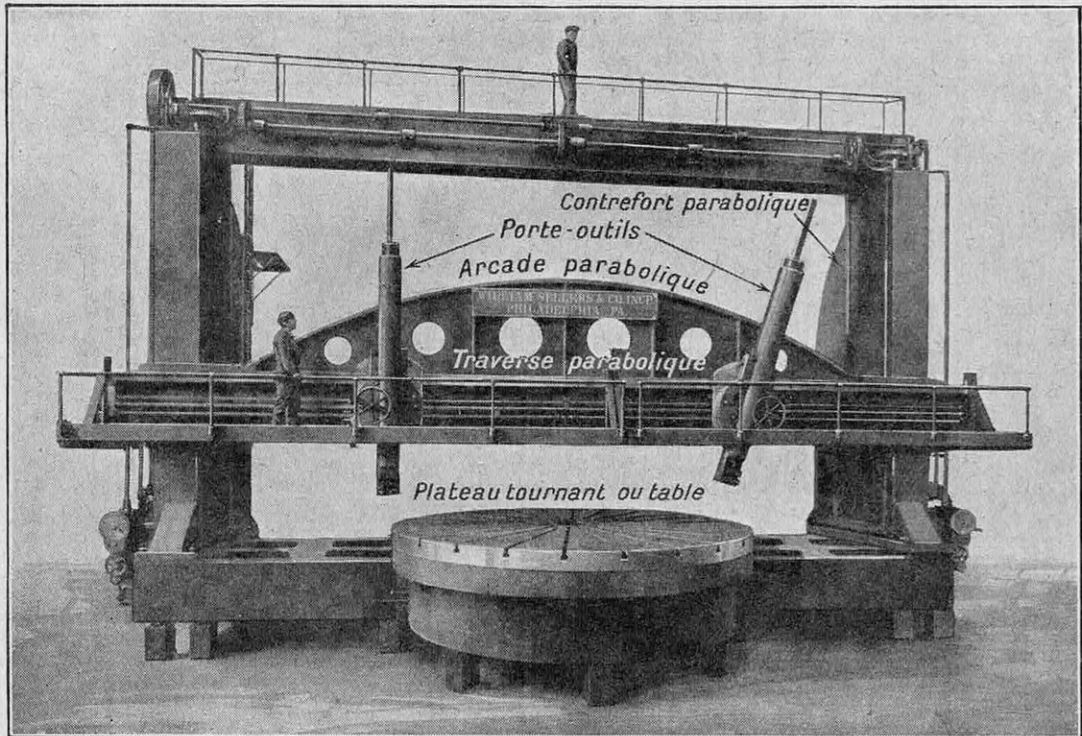

FIG. 2. — TOUR VERTICAL DE 10 MÈTRES DE LARGEUR UTILE ENTRE MONTANTS
En premier lieu, la flexion des grandes pièces de la machine, qui augmente *beaucoup plus vite* que les dimensions de ces pièces : on la combat efficacement en donnant aux organes les formes dites de *résistance maximum*, par exemple des profils paraboliques pour les bras ou les arches travaillant à la flexion (fig. 2). On emploie aussi, dans le même but, des dispositifs spéciaux de compensation, dont nous parlerons plus loin (1).
grosse importance, particulièrement dans le cas des *porte à faux*. Bien qu'on l'évite autant que possible, le porte à faux est inévitable dans certains cas (*mortaisage* ou rabotage intérieur, par exemple pour le rainurage des trous). On est ainsi conduit à des silhouettes *en portique* pour les fraiseuses, les raboteuses et les grands tours verticaux (fig. 2).
Voici, par exemple (fig. 2), un très grand tour vertical « William Selley », de 10 mètres de largeur utile. Le plateau a un diamètre de 5 mètres ; la course de chaque porte-outil est de 2 mètres ; quand les porte-outils et la traverse sont à leur position la plus haute, il reste une hauteur libre de 4 mètres entre le plateau et les outils. Ce tour permet donc de tourner les pièces de 10 mètres de diamètre et de 4 mètres de hauteur.